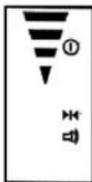

Fig. 8
- Si l'affichage ACL montre une flèche vers le bas et que des signaux brefs rapides sont émis, le signal laser est situé sous le détecteur (Fig. 8).